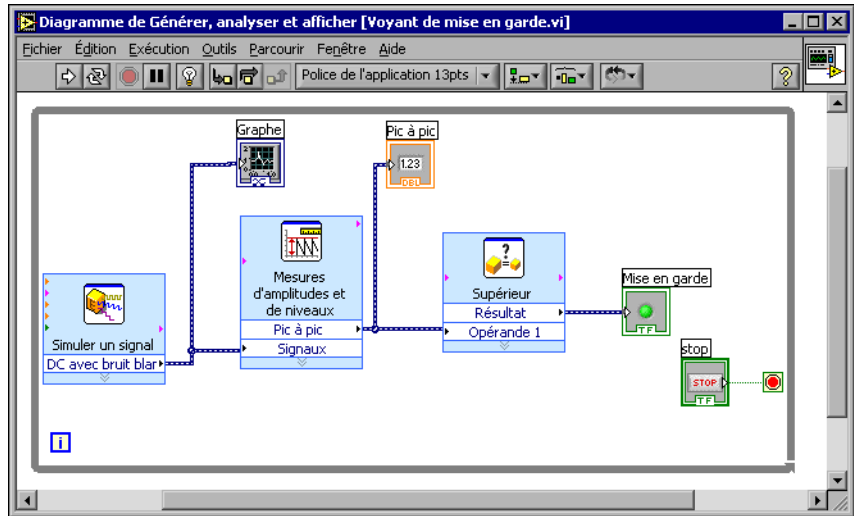

Figure 2-5. Diagramme du VI “Voyant de mise en garde”
1. Dans le diagramme, déplacez le terminal **Mise en garde** à droite du VI Express "Comparaison". Assurez-vous que le terminal **Mise en garde** est à l'intérieur de la boucle, comme indiqué dans la figure 2-5.
Le diagramme devrait maintenant être semblable à la figure 2-5.